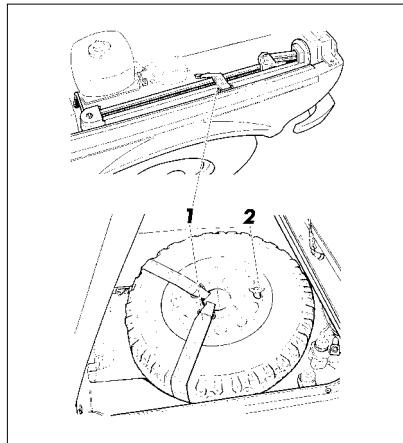

Рис. 42. Укладка и крепление домкрата и запасного колеса
- уложите домкрат и запасное колесо, как показано на рис. 42, и закрепите их эластичными ремнями 1. Кроме того, зафиксируйте положение запасного колеса винтом 2.